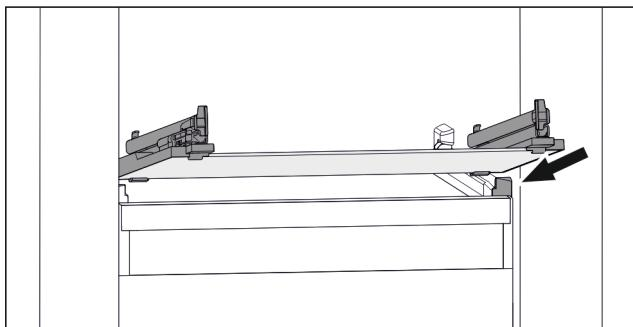

Fig. 107 Примерно изображение на стъклената плоча
- Поставете стъклена плоча под ъгъл зад ограничителите. (виж Fig. 107)